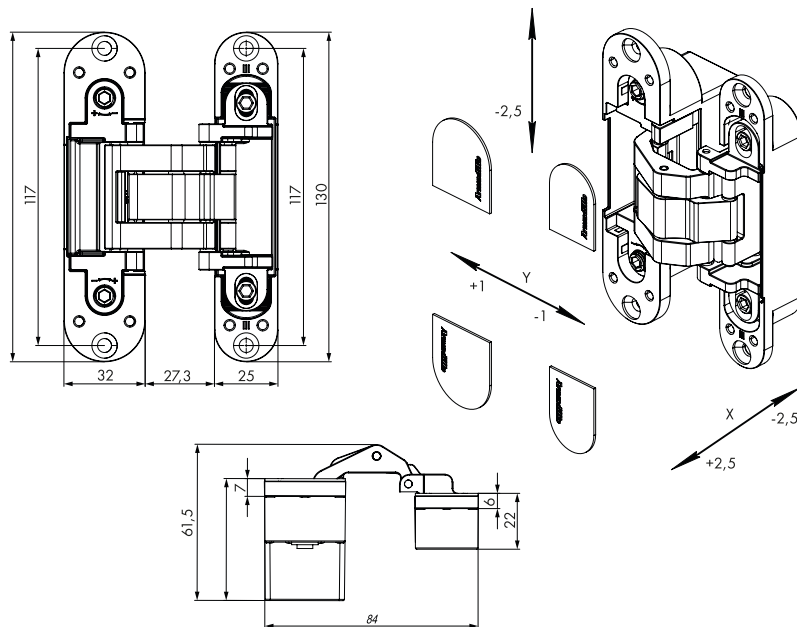

Рисунок 1 – Габаритные размеры петли.
- Габаритные размеры в открытом положении петли (рис. 1):
- Вертикальная регулировка (Z): $\pm 2,5$ мм
- Горизонтальная регулировка (X): $\pm 2,5$ мм
- Регулировка по глубине (Y): ± 1 мм